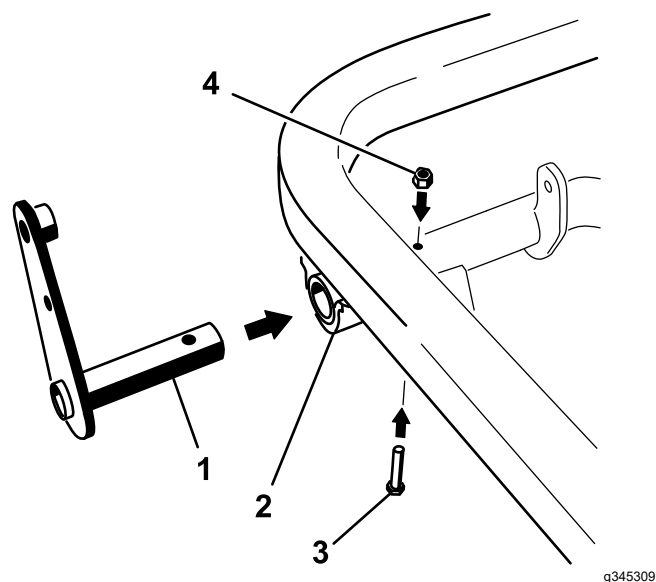

Bild 13
1. Schieben Sie die Strebe am Hebel in das linke Ende des Schwenkrohrs und befestigen sie mit einer Schraube (5/16" x 2") und einer Sicherungsmutter (5/16") durch das Schwenkrohr (Bild 13).
3. Ziehen Sie die mittlere Schwenkschraube (Punkt 4 in Bild 13) auf ein Drehmoment von 20 bis 25 N·m an.